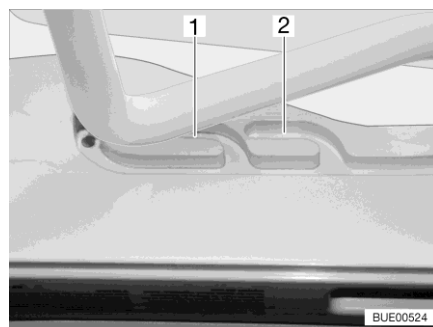
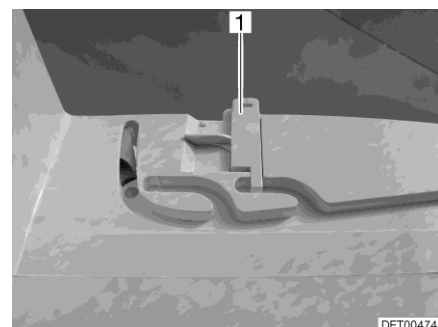

Fig. 23 Guida (posizione di ricircolo d'aria)
Fig. 24 Bloccaggio (posizione di ricircolo d'aria)
È possibile portare l'oblò Heki in due posizioni di ricircolo d'aria: Posizione brutto tempo (Fig. 23,1) e posizione centrale (Fig. 23,2). A seconda del modello, l'oblò può essere bloccato sulla posizione centrale del suo telaio con i due chiavistelli (Fig. 24,1) di sinistra e destra.
- Premere la staffa leggermente verso l'alto, spingerla nella guida selezionata (Fig. 23,1 o 2) ed eventualmente bloccarla.